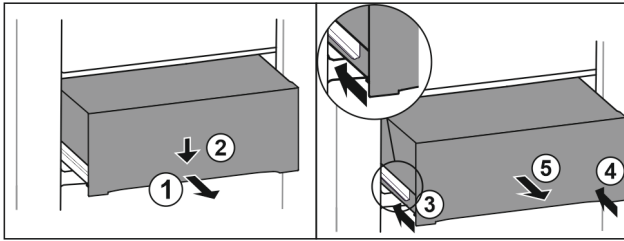

Fig. 118
- ▶ Schubfach halb herausziehen. Fig. 118 (1)
- ▶ Schubfach an der Vorderseite nach unten drücken. Fig. 118 (2)
- ▶ Linke Schiene etwa 2 cm einschieben. Fig. 118 (3)
- ▶ Rechte Schiene etwa 2 cm einschieben. Fig. 118 (4)
- ▶ Schubfach nach vorne entnehmen. Fig. 118 (5)